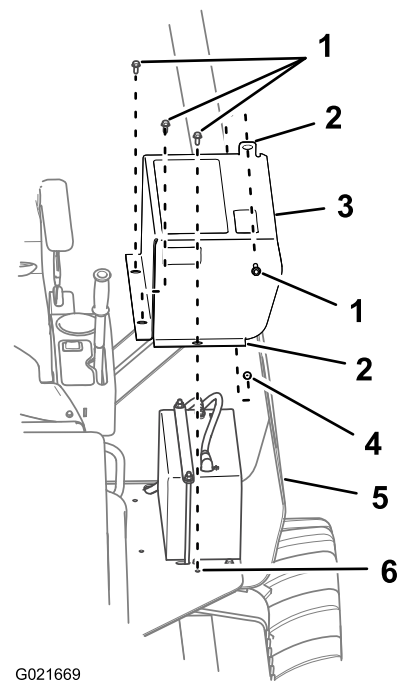

Figure 57
2. Enlevez le boulon qui fixe le couvercle de la batterie à la plaque du système ROPS (Figure 57).
3. Retirez les 3 boulons qui fixent le couvercle de la batterie à la plaque de l'opérateur, et déposez le couvercle (Figure 57).
1. Alignez les trous des brides de fixation pour le couvercle de la batterie sur les trous dans la plate-forme de l'opérateur autour de la batterie (Figure 57).
2. Fixez le couvercle de la batterie à la plaque du système ROPS avec un boulon (Figure 57).
3. Fixez le couvercle de la batterie à la plate-forme au moyen des 3 boulons retirés précédemment (Figure 57).